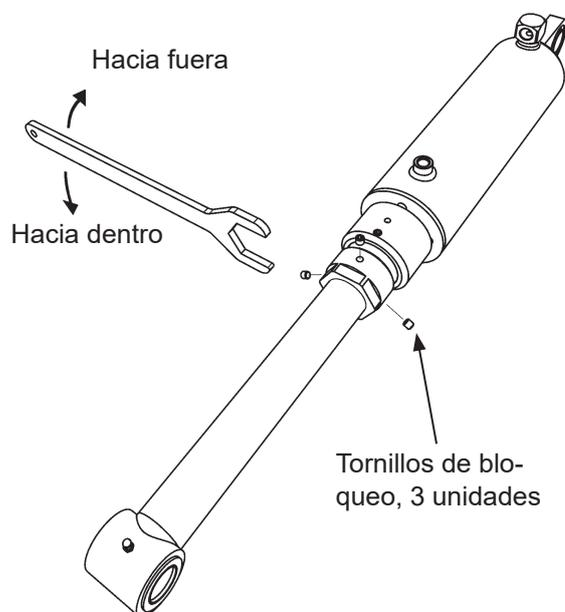

Figura 38. Ajuste del ángulo de basculamiento
- Aflojar los tres tornillos de bloqueo del segundo cilindro de basculamiento. Figura 38.
- Girar el manguito de ajuste de modo que el cilindro de basculamiento coincida con la sujeción del puente de elevación. Véase Figura 38.